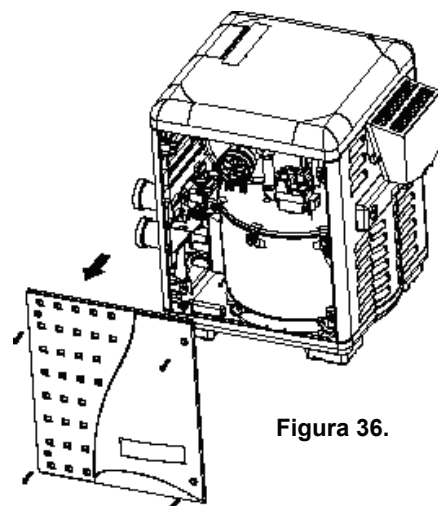

Figura 36.
5. Remueva los paneles de la puerta de acceso aflojando los cuatro tornillos ubicados en cada puerta, luego levante hacia arriba y hacia afuera desde la parte inferior del panel para removerlo. Si es necesario, los tornillos pueden usarse como manijas, ver **Figura 36**.
3. Remueva los paneles de la puerta de acceso, ver **Figura 36**.